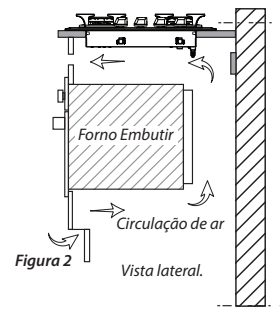

Figura 2 Vista lateral.
**Sobre balcão com forno:** Para evitar aquecimento excessivo, a instalação deve ser feita de acordo com a figura 2, respeitando-se o espaço para circulação do ar. As ligações elétricas devem ser feitas separadas.